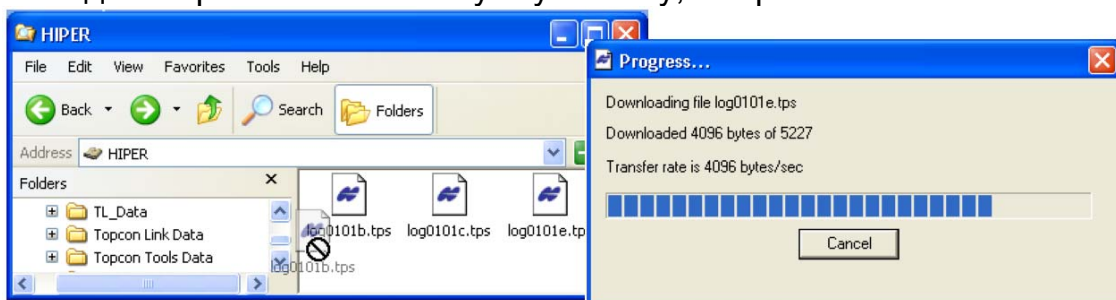

Рисунок 5-4. Начало импорта файлов и течение этого процесса
8. Перенос файлов в файловую систему компьютера производится методом перетаскивания в нужную папку, см. рис. 5-4.